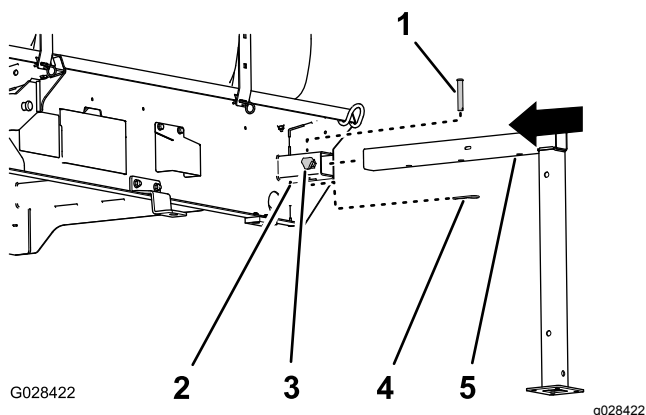

図 133
1. 前用のジャッキスタンドを、タンク前部のジャッキスタンド受けに合わせる 図 133。
2. ジャッキスタンドをスタンド受けに差し込み、スタンドの水平チューブの中央の穴をジャッキ受け上部の穴に整列させる 図 133。
4. ジャッキ受けにロックノブを取り付けて手締めする 図 133。